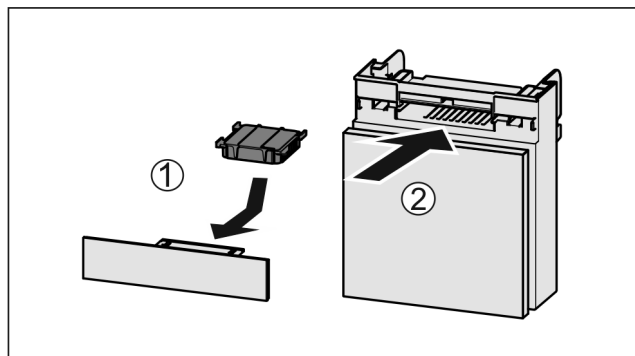

Fig. 124
- Introduzca el compartimento Fig. 124 (2).